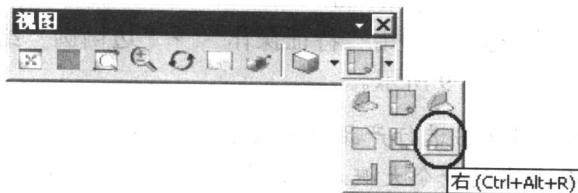

图 1-10 更改视图
(1) 选择“视图”工具→“视图方位”切换视图，如图 1-10 所示，把视图变换为右方位视图。